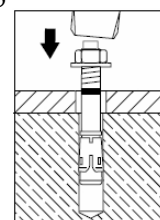

Рис. 5
5. Совместите отверстия на фланце с отверстиями на основании. Лёгкими ударами молотка, установите анкеры в образованные отверстия. (См. Рис. 5)